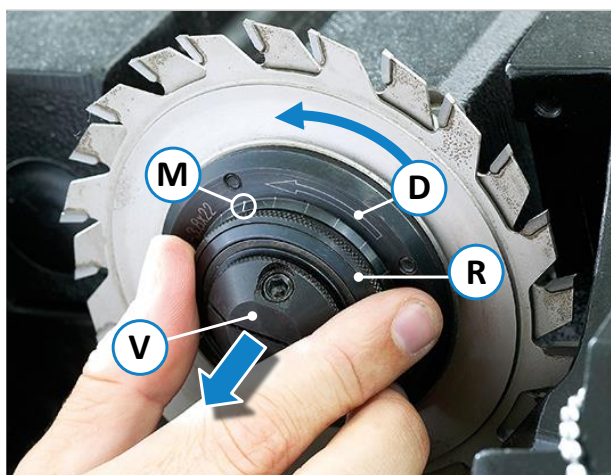

Figure 84 : dispositif de réglage « Quickstep » pour inciseur
- Placer les lames de scie sur les boulons des brides, en respectant le sens de rotation (D), voir ⇒ Figure 84.
- Les dents doivent se trouver les unes derrière les autres et dans le sens de rotation (D).
- La vis moletée (R) doit être correctement enclenchée.